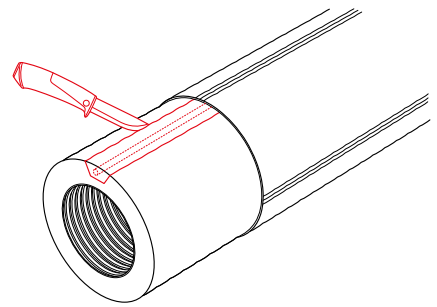

Рис. 4.4.5
5. Аккуратно вырезать сигнальные проводники из слоя теплоизоляции (рис. 4.4.5).